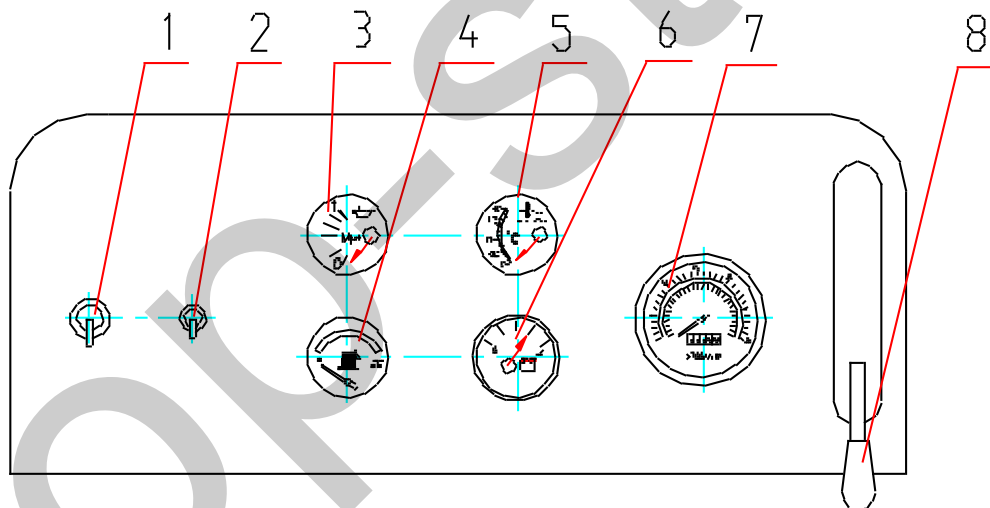

图 6 辅助控制台操作面板
5.1.3 辅助控制台操作面板如图 6 所示，其具体功能见表 4